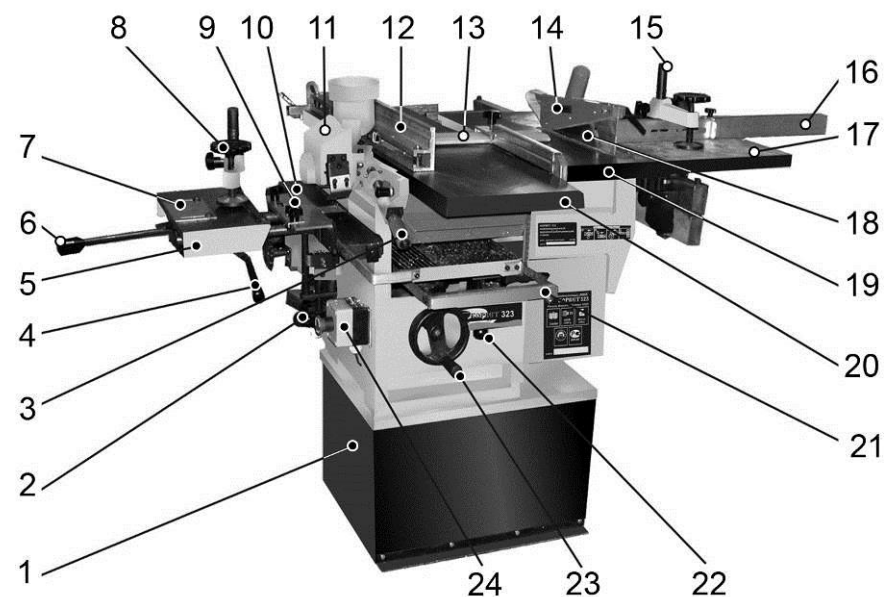

Рис. 2
7.1. Станок состоит из следующих сборочных единиц и деталей (Рис. 2, 3)
9.10.5. При выполнении фрезерной операции пальчиковыми фрезами, осуществляйте скорость подачи заготовки закреплённой на суппорте (5), рычагами поперечной подачи (4) и продольной подачи (6) с учётом диаметра режущего инструмента, глубины фрезерования, твёрдости и влажности материала заготовки, Рис. 2.
9.10.7. При выполнении операции торцевого (косого) пиления, осуществляйте скорость подачи заготовки, закреплённой на суппорте (17), с учётом высоты пиления, твёрдости и влажности материала заготовки, Рис. 2.
8.2.1. Как показано на Рис. 2, 3, 5, со стороны пильного диска (18) установите и закрепите направляющую суппорта.